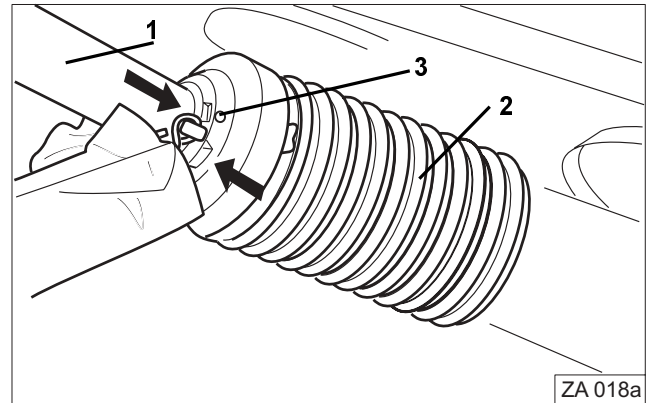

Fig. 15
- Bescherm pijp (Fig. 15/1) over de as schuiven.
- Beschermtrechter (Fig. 15/2) in de montagestand draaien.
- Borgschroef (Fig. 15/3) er in draaien.